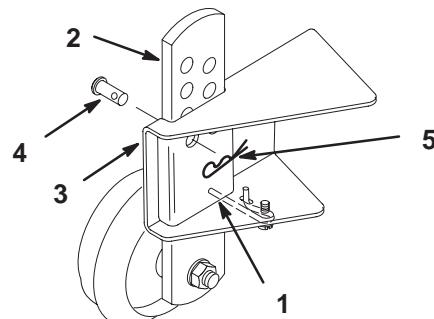

Figure 3
- Comprimez le ressort anti-vibration, glissez la plaque de réglage de la roue de jauge dans le support de la roue et fixez-la à l'aide de l'axe et de la goupille fendue (Fig. 3).